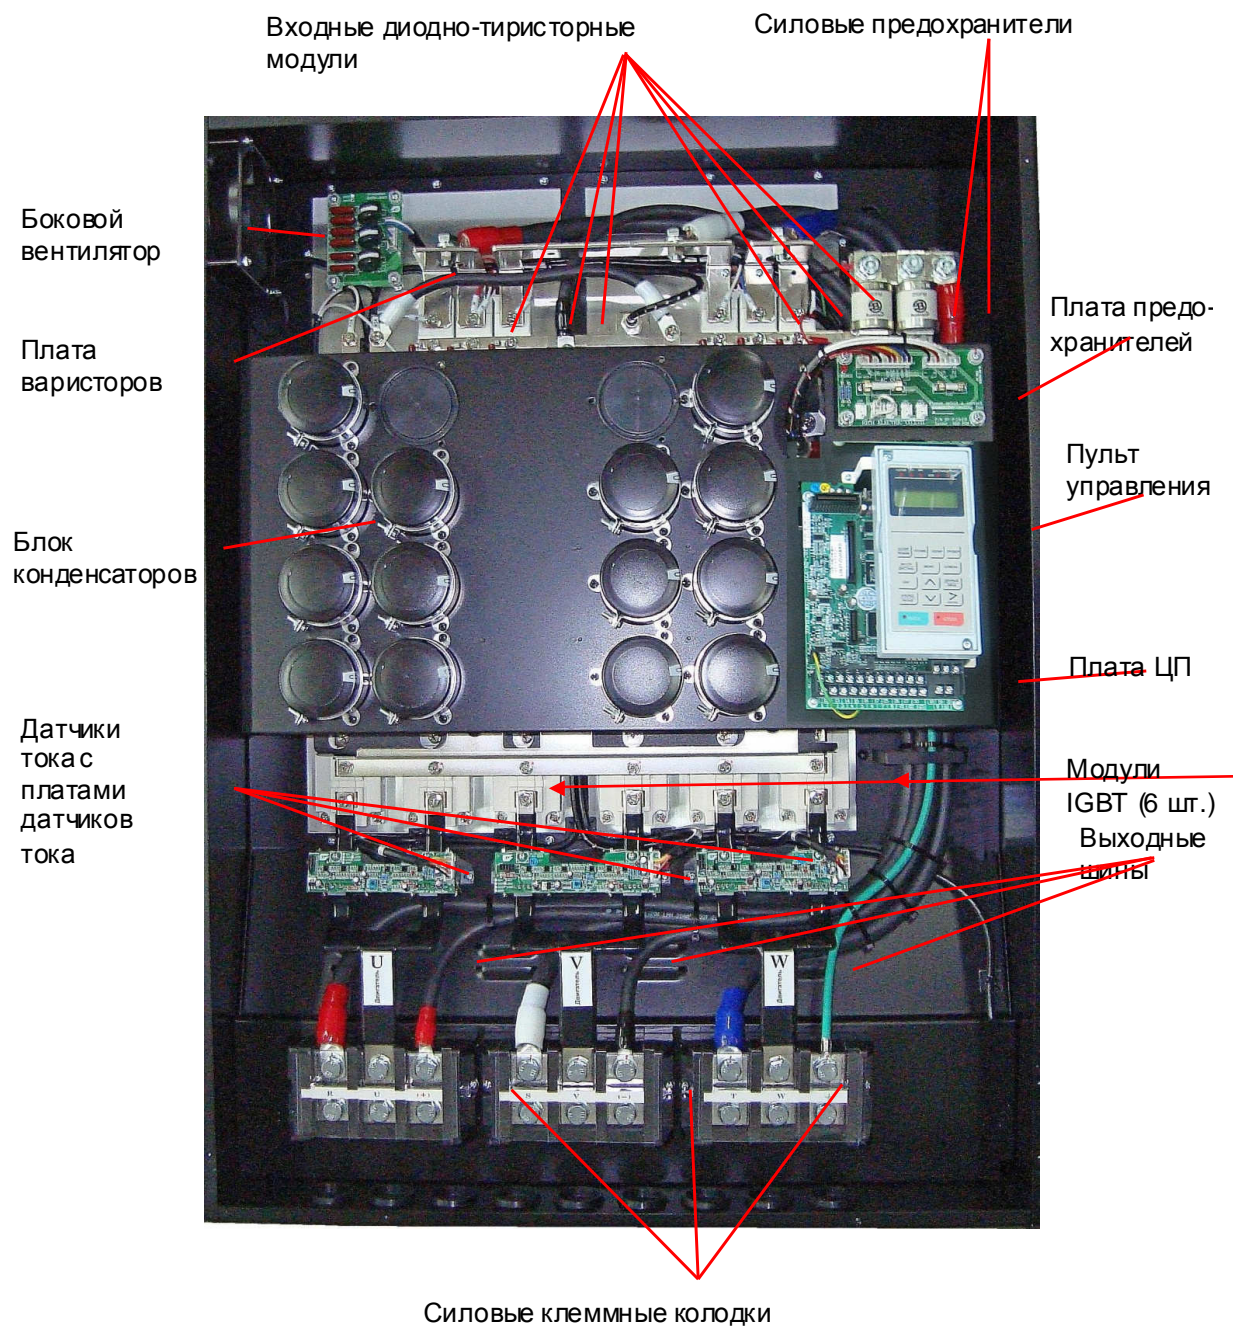

Рис. 4.3.
4.5.1. Общий вид преобразователей частоты EI-9011-175H, -200H со снятой верхней крышкой и расположение элементов внутри ПЧ представлены на рис. 4.3.